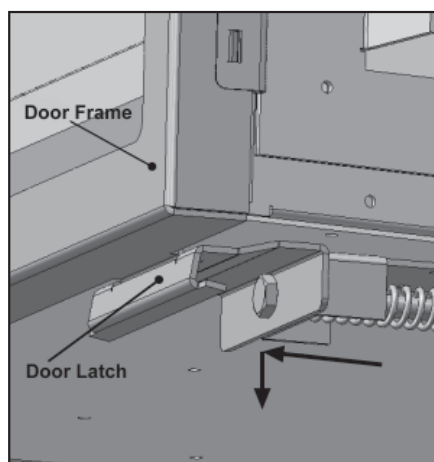

Figure 48 : Localisations des verrous de porte.
- 3) Tirez le bas de l'armature de porte d'une distance de 2" (5cm), puis levez l'armature de porte vers le haut pour la dégager des crochets supérieurs. Référez-vous aux figures 48 et 49.